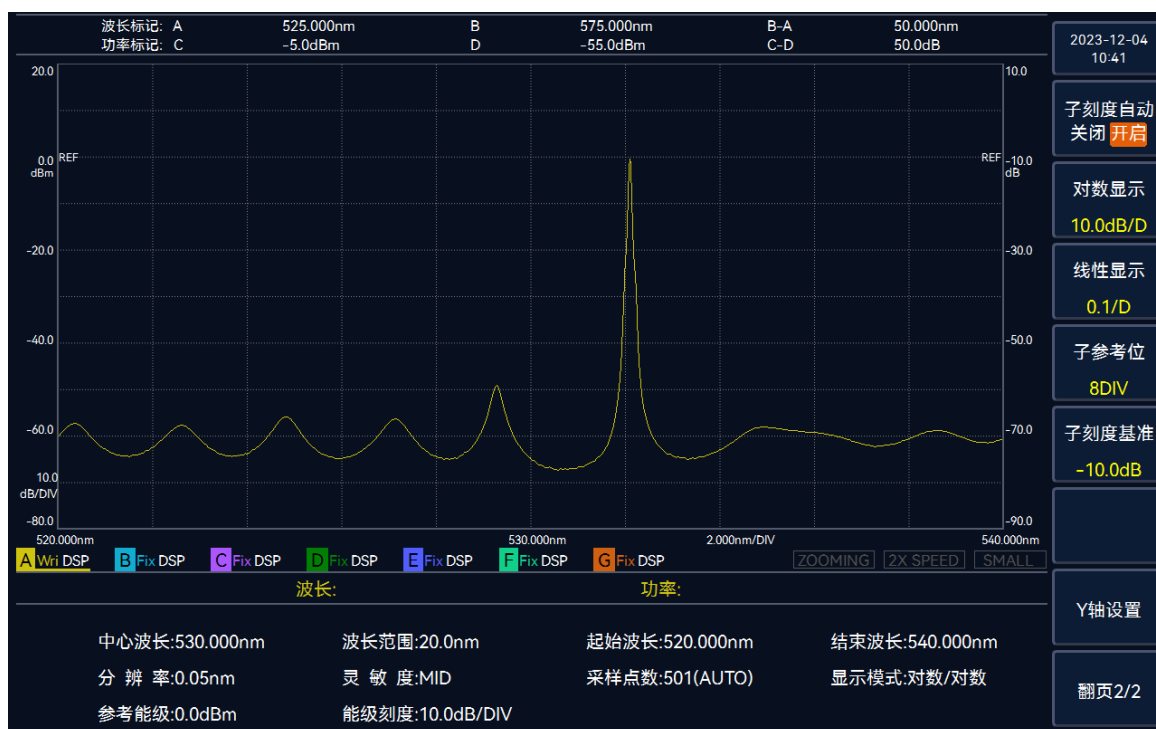

图 3.29 设置子参考能级界面
2. 选择【子参考基准】，通过旋钮或者数字键输入子参考值，完成设置，操作界面如图 3.29 所示。